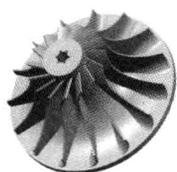
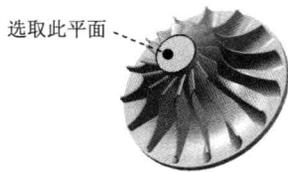
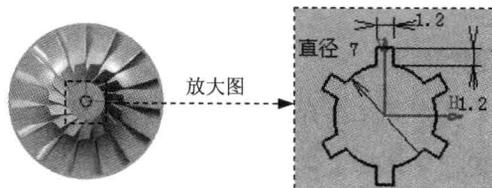

图 1.9 凹槽 1
图 1.10 定义草图平面
图 1.11 截面草图
Step6. 添加图 1.9 所示的零件特征——凹槽 1。选择下拉菜单 **插入**  **基于草图的特征**  **凹槽** 命令 (或单击  按钮), 系统弹出“定义凹槽”对话框; 选取图 1.10 所示的平面为草图平面, 绘制图 1.11 所示的截面草图; 单击“工作台”工具栏中的  按钮, 退出草绘工作台; 在 **第一限制** 区域的 **类型**: 下拉列表框中选择 **直到最后** 选项, 单击